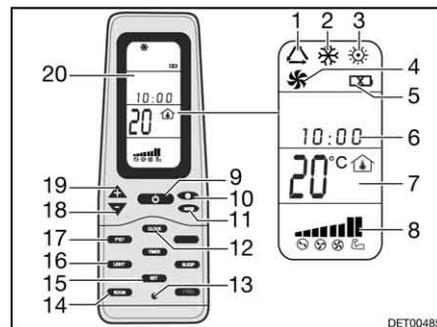

Fig. 120 Mando a distancia
- Pulsar la tecla ON/OFF (Fig. 120,9).
- Pulsar la tecla "Mode" (Fig. 120,11) las veces que sean necesarias hasta que se visualice el modo de funcionamiento deseado (Fig. 120,1, 2, 3 ó 4) en el display (Fig. 120,20).
- Ajustar la temperatura deseada con las teclas "+" (Fig. 120,19) y "-" (Fig. 120,18).
- Seleccionar la etapa deseada del ventilador con la tecla Velocidad del ventilador (Fig. 120,10).